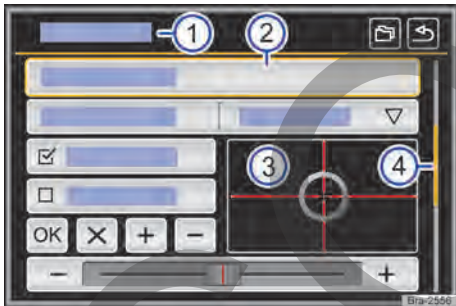

Fig. 121 Representación esquemática: cuadro general de los posibles botones de función en el display.
El equipo está equipado con touchscreen (pantalla táctil) → fig. 121 ③.
Los botones de función inician funciones o abren otros submenús. En submenús se indica, en la línea del título, el menú actualmente seleccionado → fig. 121 ①.